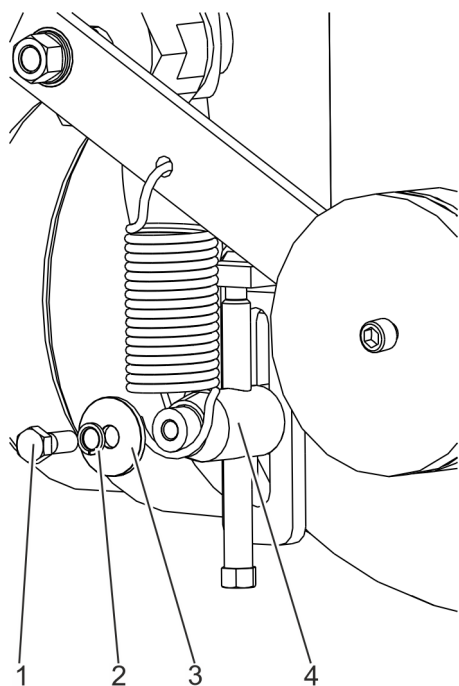

Fig. 39: Retrait de la vis
4. ➔ Retirer la vis (Voir la Fig. 39/1) avec la rondelle de blocage (Voir la Fig. 39/2) et la rondelle (Voir la Fig. 39/3).
5. ➔ Sortir prudemment le ressort du boulon d'arrêt (Voir la Fig. 39/4).